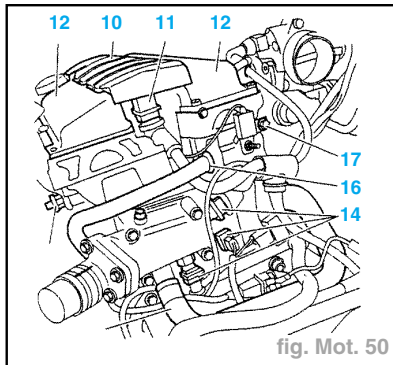

fig. Mot. 50
- Déposer (fig. Mot. 50) :
- le cache-style (10),
- le boîtier bobine compactée (11).
- Desserrer progressivement et en spirale, les vis de chaque couvre-culasse (12), en commençant par l'extérieur.
- Déposer les couvre-culasses (12).
- Désaccoupler le tuyau aérotherme (13).
- Déconnecter les sondes de températures (14).
- Déposer la fixation (15).
- Désaccoupler la partie supérieure (16) de la partie inférieure du tuyau de récupération des vapeurs d'huile.
- Déposer la vis (17).